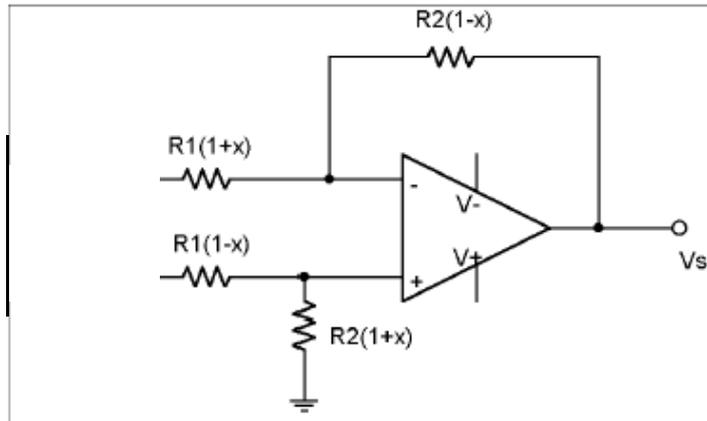

Figure 2 : schéma électrique de l'amplificateur de différence compte tenu des dispersions sur les résistances.
2- L'étage différentiel (fig.2) :
- En fait, en raison des tolérances sur les composants (5%), l'égalité entre ces résistances est irréalisable. On posera $x = \Delta R/R$ la sensibilité résistive identique pour chacune des résistances ($x \ll 1$). Calculez dans le pire des cas, représenté sur la figure 2, le gain en mode commun. On admettra que le gain différentiel G_d reste inchangé, calculez le taux de réjection du mode commun TRMC de ce montage ($x=0.05$).